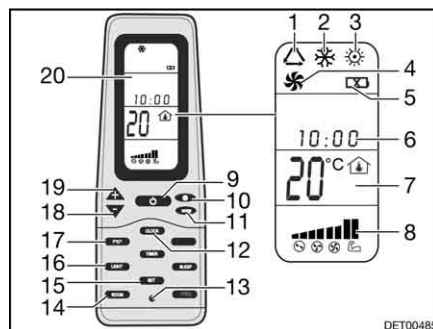

Fig. 198 Controlo remoto
- Prima a tecla ON/OFF (Fig. 198,9).
- Prima a tecla "Mode" (Fig. 198,11) tantas vezes até ser mostrado o modo de serviço pretendido (Fig. 198,1, 2, 3 ou 4) no display (Fig. 198,20).
- Com as teclas "+" (Fig. 198,19) e "-" (Fig. 198,18), regule a temperatura pretendida.
- Com a tecla Velocidade do ventilador (Fig. 198,10) escolha o nível pretendido do ventilador.